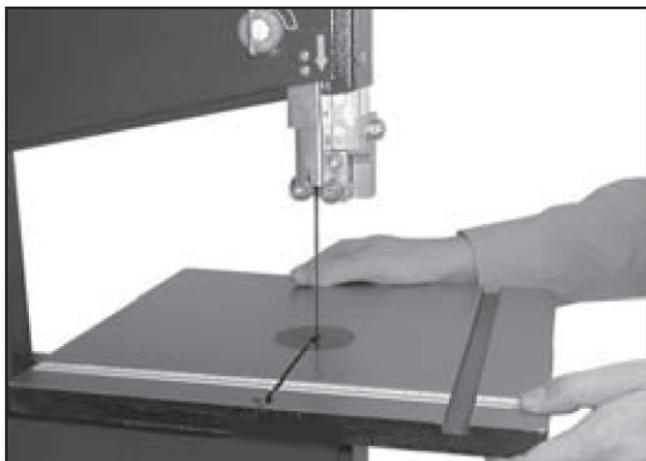

Figura 1
2. Coloque la mesa sobre la base del muñón superior, asegúrese de que la segueta de la sierra pasa a través del orificio de la mesa. (Vea Figura 1)